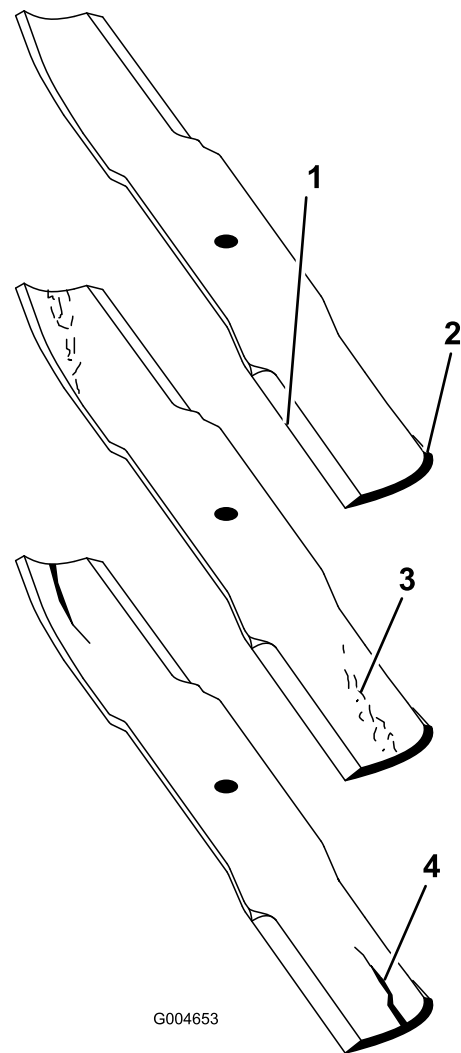

図 124
2. ブレードの切っ先を注意深く観察、特に、直線部と曲線部が交わる部分をよく観察する 図 124。
注 この、直線部と曲線部の交差域は、砂などによる磨耗が進みやすい部分なので、機械を使用する前によく点検することが必要である。磨耗が進んでいる場合 図 124 には、ブレードを交換する。